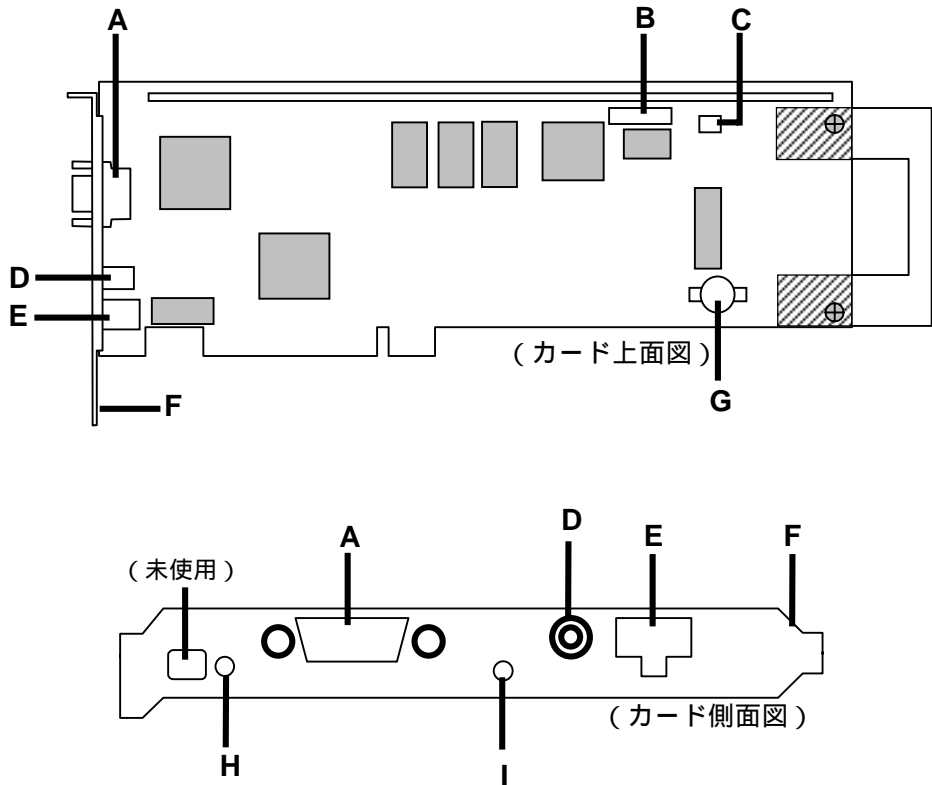

図 1-1. 本製品のレイアウト
専用コネクタ（図 1-1, C）に接続します（ケーブルの片方の端だけにコネクタがあるケーブルが第二温度センサケーブルです）。
専用コネクタ（図 1-1, B）に拡張機能用ケーブルの小さい方（20 ピン）のコネクタを接続します（ケーブルの両端にコネクタがある幅広のケーブルが拡張機能用ケーブルです）。
LAN ケーブル（10Base-T）の一方のコネクタを本製品の LAN ケーブル用コネクタ（図 1-1, E）に、もう一方のコネクタを 10Base-T の HUB に接続します。
2. 外付けモデム用 RS-232C ケーブルのコネクタを、本製品のシリアルポート（図 1-1, A）に接続します。
2. 本製品の外部電源 (AC アダプタ) 用コネクタ (図 1-1, D) に、AC アダプタを接続します。
3. AC アダプタの電源ケーブルのプラグをコンセントに接続します。このとき、本製品の電源ランプ (図 1-1, H) が点灯することを確認します。
- 本製品のリチウム電池（図 1-1, G）は、通常お客様が交換する必要はありません。故障などによるリチウム電池の交換は、弊社担当保守員に依頼してください。